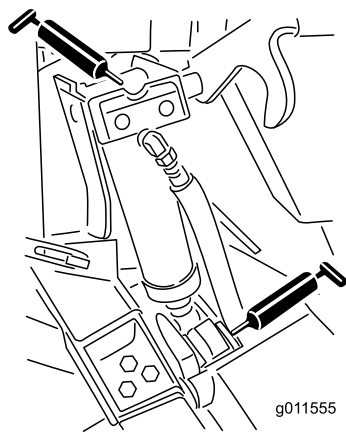

Figura 45
- 4 casquillos de los cilindros de elevación (Figura 45)